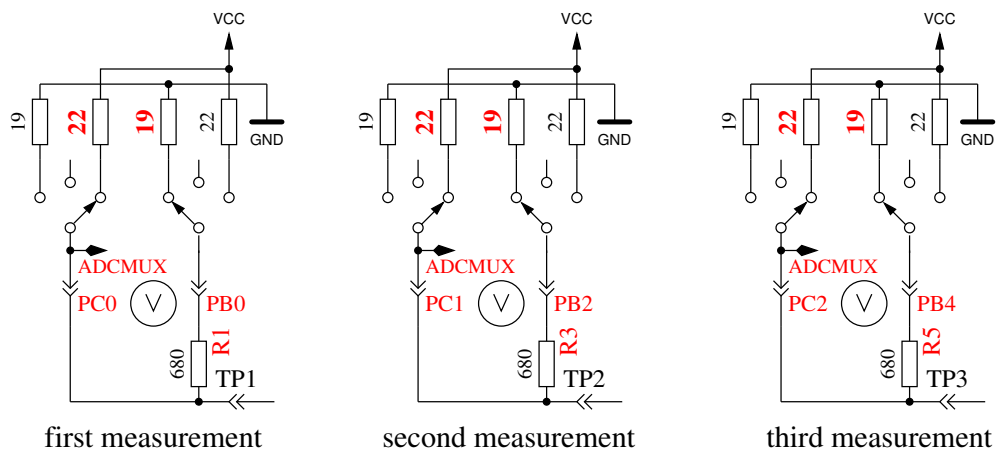

Abbildung 5.63. Messung des Innenwiderstandes des auf VCC geschalteten Port-C-Ausgängen.
9. **Messung des Innenwiderstandes von auf VCC geschalteten Port-Ausgängen.** Der benötigte Strom wird von auf GND geschalteten 680Ω-Widerständen geliefert. Es ist die gleiche Messung wie die in Test 8 zur anderen Seite, wie in Abbildung 5.63 gezeigt wird. Der Innenwiderstand wird wie folgt berechnet: Um den Strom zu berechnen:  $(5001 - (\text{Ergebnis von Test 8}) - (\text{Ergebnis von Test 9})) / 680$ . Die Widerstandswerte ergeben sich, wenn die gemessene Spannung durch diesen Strom dividiert wird. Das Ergebnis für diesen Test wird dann in Zeile 1 mit dem Text „RI\_Hi=“ in Ω angezeigt, der Innenwiderstand zur GND-Seite wird in Zeile 2 mit dem Text „RI\_Lo=“ angezeigt. Diese Werte werden ab Software-Version 1.06k bei jeder Messung neu bestimmt und hier nur dargestellt.